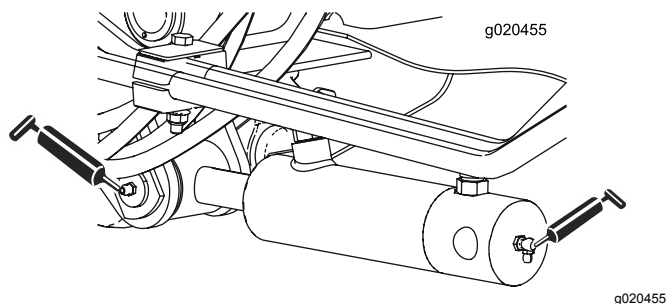

Figure 81
- 2 (de chaque côté) bagues de vérin de bras de levage (Figure 81)